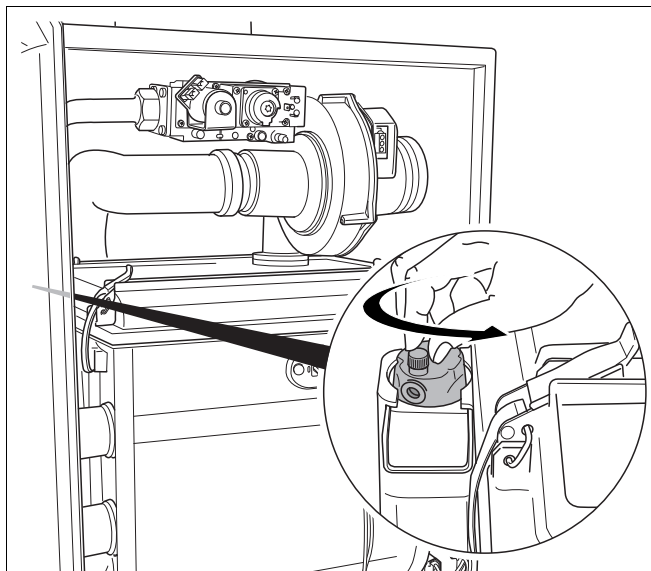

Рис. 62 Открытие автоматического воздушного клапана
Отопительный котел оснащен автоматическим удалителем воздуха (рис. 62), для удаления воздуха из отопительного котла.
- отвернуть колпачек на автоматическом удалителе воздуха (рис. 62) на один оборот.